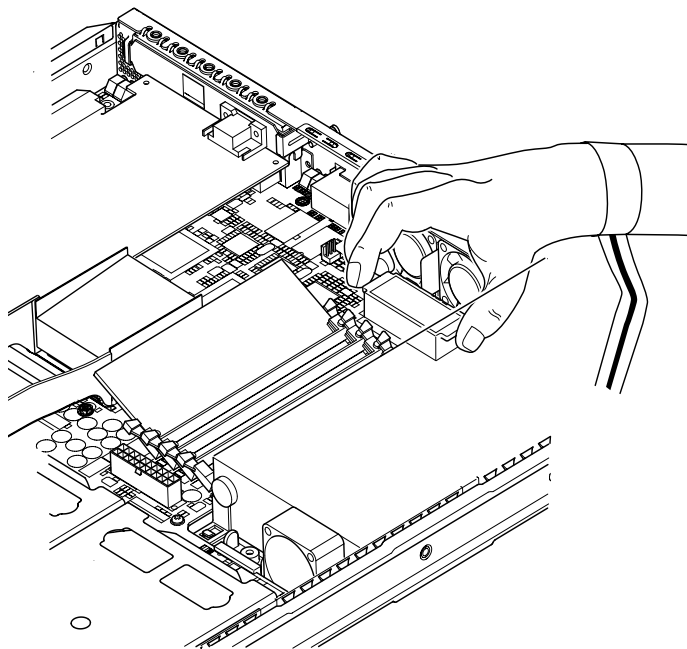

図 11-5 NVRAM チップの交換
3. 親指と人差し指で NVRAM チップキャリアの縦に長い方向をつかみ、ソケットから抜き取ります (図 11-5 を参照)。